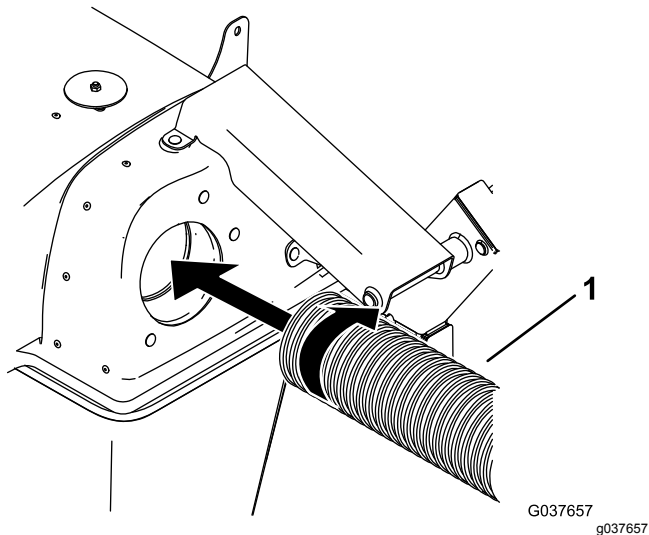

Figure 9
3. Vissez une extrémité du tube dans le capot jusqu'à ce qu'il soit bien fixé (Figure 9).